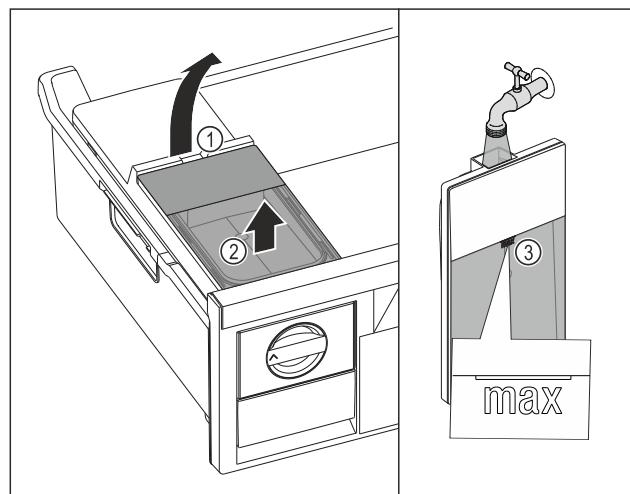

Fig. 109
- Поднимите бак для воды за выемку *Fig. 109 (1)*.
- Извлеките бак для воды движением вверх. *Fig. 109 (2)*
- Наполните бак для воды питьевой водой до отметки *Fig. 109 (3)*.